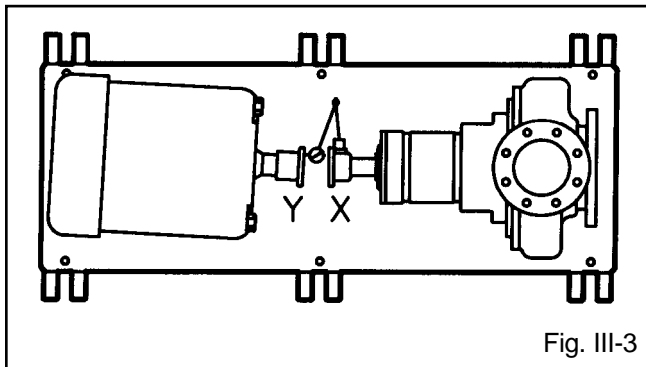

Fig. III-3
4. **Lectura positiva** – Las mitades del acoplamiento están más cercanas en el lado derecho que en el izquierdo. Corrija esto ya sea deslizando el extremo del eje de la unidad de impulsión a la derecha o el otro extremo a la izquierda (Fig. III-3).